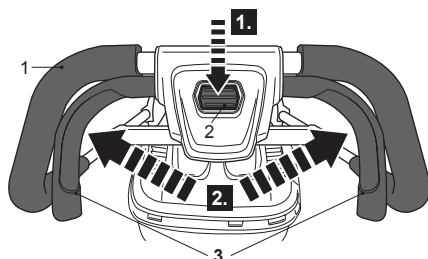

Fig. 23
- > Asegúrese de que la palanca de arranque (3) se suelta.
- > Mantenga pulsado el botón de bloqueo-apagado (2) en posición (Fig. 23, paso 1).
- > Apriete la palanca de arranque (3) hacia el mango (1) para encender el producto (Fig. 23, paso 2). Mantenga pulsada la palanca de arranque (3) en posición durante la operación.
- > Suelte el botón de bloqueo-apagado (2) una vez que el producto esté funcionando.
- > Suelte la palanca de arranque (3) para apagar el producto.